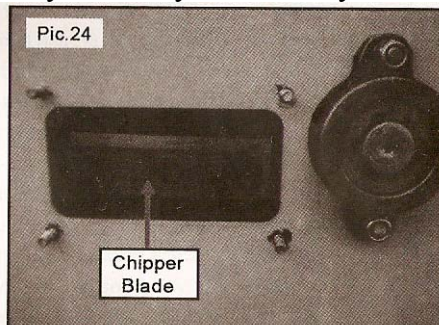

Рис. 24 Нож дробящего в щепу устройства
2. Снимите боковую крышку для получения доступа к ножам (см. **Рис. 24**).